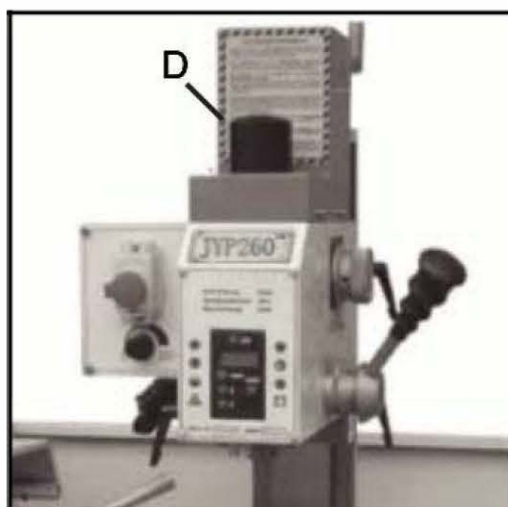

Fig. 36
2. Ta bort dragstångsskyddet (D, Fig. 36).